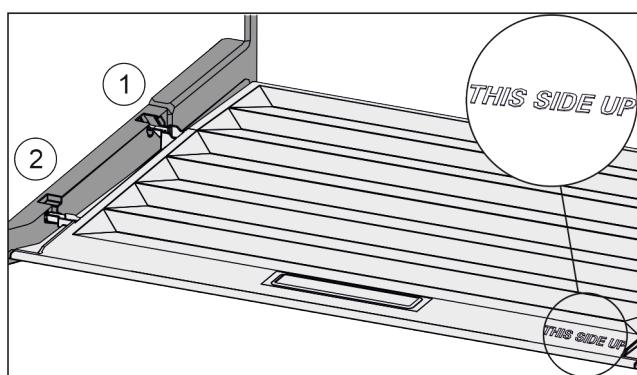

*Fig. 101*
- Кришку до отвору в деталях для підтримки потягнути вперед *Fig. 101 (1)*.
- Підняти ззаду знизу та вийняти *Fig. 101 (2)* вгору.